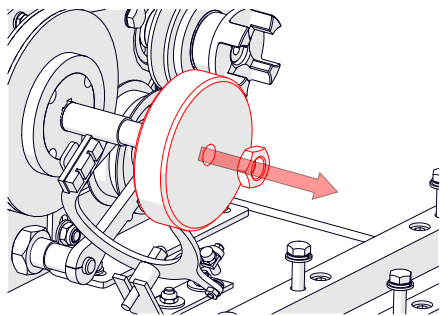

Fig. 15E - Extraer el disco de freno
6. Extraiga el disco de freno [con la llave fija de 24 mm] (Fig. 15E).